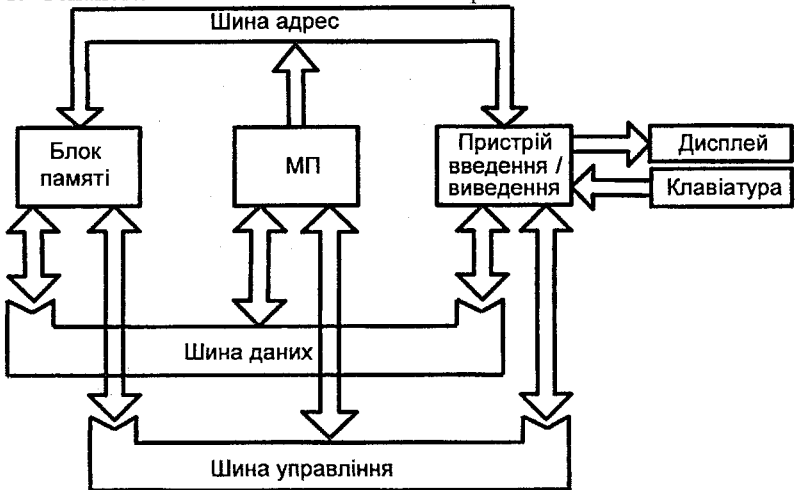

Рисунок 1.1 – Схема мікропроцесорної системи
3. Вивчіть алгоритм роботи керуючої програми і можливі режими роботи за рис. 1.1.